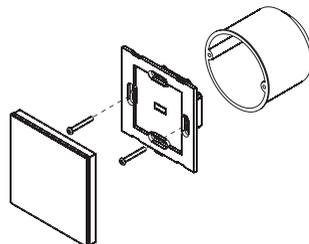

Рисунок 4. Установка панели управления в монтажную коробку.
- 3.6. Установите корпус панели в монтажную коробку и закрепите его при помощи двух винтов (Рис. 4).